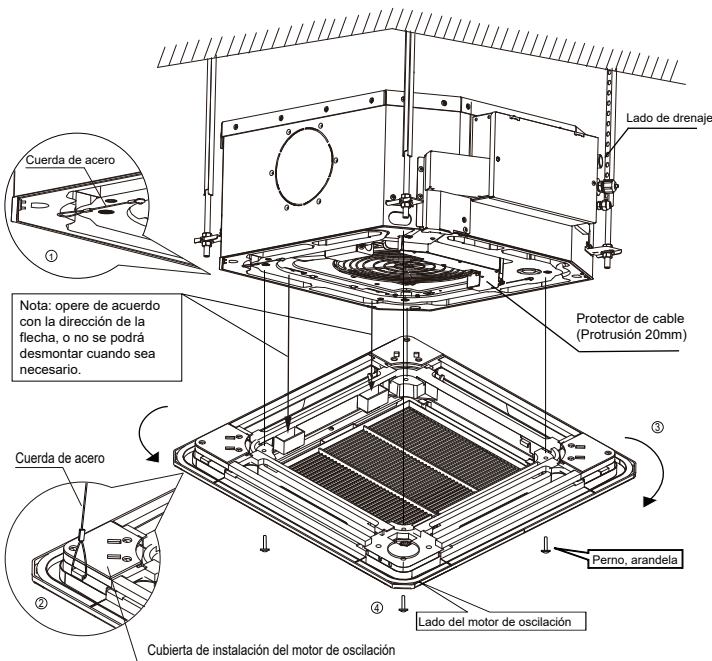

Figura 3.14
- (1) Alinee el panel con el cuerpo de la unidad en la dirección indicada por la flecha (véase Figura 3.14).
- (2) Al realizar el montaje, asegure las dos cuerdas de acero fijas en el cuerpo de la unidad a los ganchos de la cubierta de instalación del motor de oscilación en el panel (véase Figura 3.14, ① y ②).
- (3) Conecte los cables del motor de oscilación, y la caja de indicadores desde el panel a las conexiones correspondientes en el cuerpo de la unidad, respectivamente. Tenga cuidado de usar una cubierta protectora para envolver los terminales de conexión y utilice un accesorio fiable para asegurar y reforzar el aislamiento de seguridad de los terminales.
- (4) Instale y asegure el panel en el cuerpo de la unidad con los tornillos (M5X20) y las arandelas (véase Figura 3.14, ④). Tenga en cuenta que la cubierta de instalación del motor de oscilación debe hundirse en la bandeja de drenaje correspondiente.
- (5) Ajuste los cuatro tornillos del gancho del panel para mantener el panel nivelado y levántelo uniformemente hasta el techo.
- (6) Ajuste el panel ligeramente en la dirección indicada por la flecha (véase Figura 3.14 ③), de manera que el centro del panel quede alineado con el centro de la abertura del techo. Verifique que los ganchos en las cuatro esquinas estén seguros en sus posiciones.